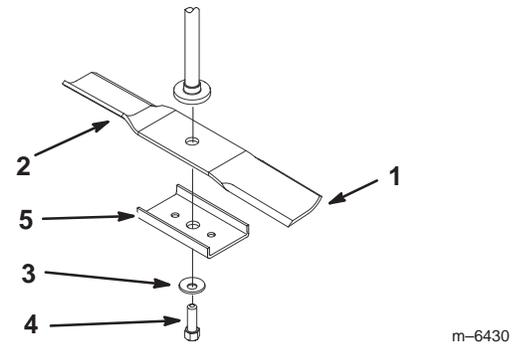
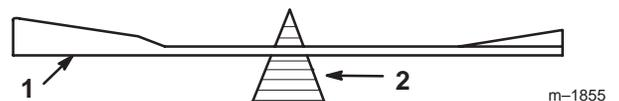

Figure 29
Figure 31
Tenez la lame à son extrémité avec un chiffon ou un gant épais. Enlevez le boulon, la rondelle bombée, le renfort et la lame de l'axe (Fig. 29).
2. Vérifiez l'équilibre de la lame en la plaçant sur un équilibreur (Fig. 31). Si la lame reste horizontale, elle est équilibrée et peut être utilisée. Si la lame est déséquilibrée, limez un peu l'extrémité de la partie incurvée seulement (Fig. 29). Répétez la procédure jusqu'à ce que la lame soit équilibrée.
1. Placez la lame sur l'axe (Fig. 29).
2. Montez le renfort, la rondelle bombée (face concave vers la lame) et le boulon de lame (Fig. 29). Serrez le boulon de lame à 47–88 Nm.